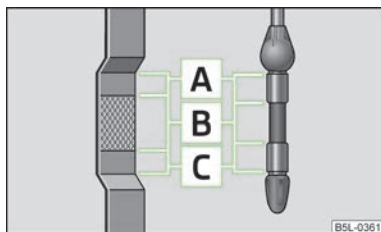

Fig. 119
La varilla indicadora del nivel de aceite indica el nivel de aceite de motor » fig. 119.
- El nivel de aceite no debe sobrepasar nunca la zona **A** » fig. 119; ¡Riesgo de daños en el sistema de gases de escape!